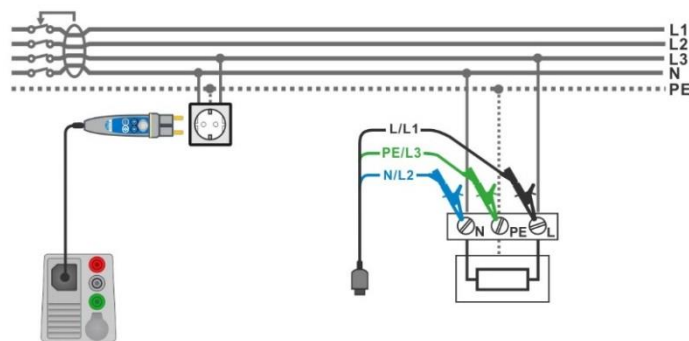

Figura 7.45: Conexión de la Clavija *Commander* y una punta de prueba de tres hilos
- ▶ Conecte las puntas de prueba de 3 hilos o la Clavija *Commander* al objeto a prueba (vea la **Figura 7.45**).